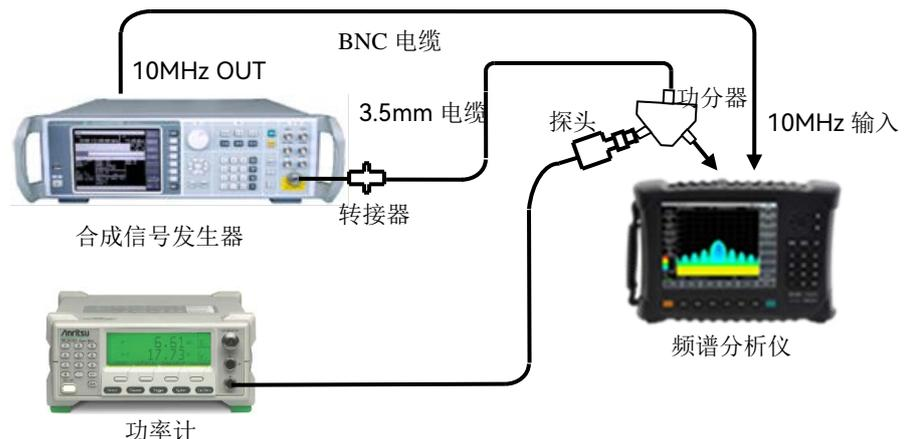

图12-17 总电平不确定度测试设置
- 2) 如图 12-17 连接测试设备, 信号发生器的输出接功分器的 SUM 端口, PORT1 端口和 PORT2 端口分别接频谱分析仪的射频输入端口与功率探头;